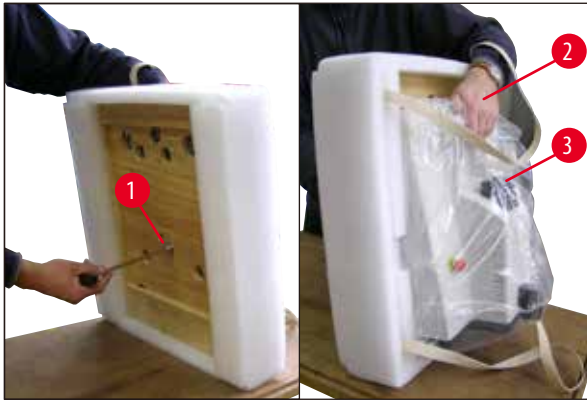

Fig. 5
- Înclinați aparatul, inclusiv placa de bază (→ Fig. 5) - țineți aparatul cu o mână pe locașul (→ Fig. 5-2) pentru tava tampon! Nu ridicați și nu țineți NICIODATĂ aparatul de capul de tăiere (→ Fig. 5-3)! Deșurubați șurubul (→ Fig. 5-1) cu ajutorul cheii imbus de mărimea 8 furnizate și scoateți placa de bază.